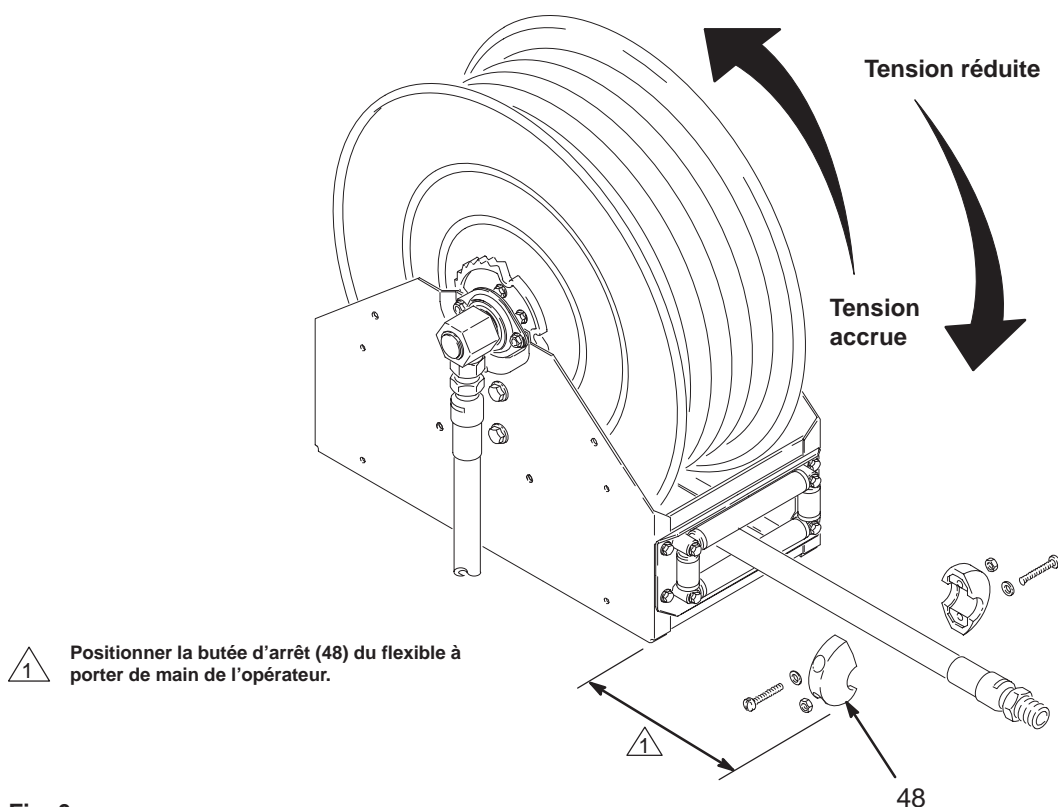

Fig. 6
2. Retirer la vanne de distribution (non visible) et la butée d'arrêt du flexible (48). Voir la Fig. 6.
4. Tourner l'enrouleur dans le sens de la flèche correspondante, comme indiqué à la Fig. 6, en laissant le flexible enroulé sur le tambour. Chaque rotation de l'enrouleur augmente ou diminue suffisamment la tension du ressort pour enrouler ou dérouler une longueur de flexible d'env. 1,5 m.